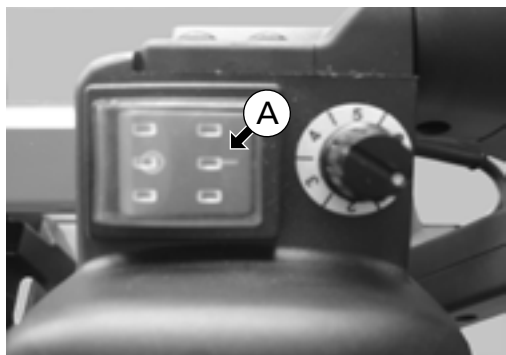

Fig. 7
Si al enchufar la sierra de cinta el interruptor (A) - (Fig. 7) no se encuentra en la posición "OFF", la hoja de corte puede causar daños graves de corte al usuario.
Presione el interruptor (A) hasta la posición "ON" (encendido) - (Fig. 7).
Elementos de Fig. 7 - 8